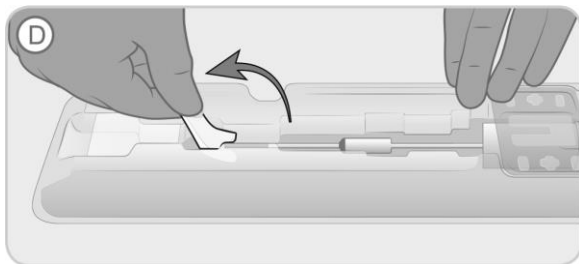

Figura 5. Levante la palanca del embudo para desbloquear el dispositivo de la bandeja.
- D. Levante la palanca del embudo a una posición vertical para desbloquear el dispositivo de liberación del embudo de carga (marcado con la letra «D» en la bandeja), figura 5.